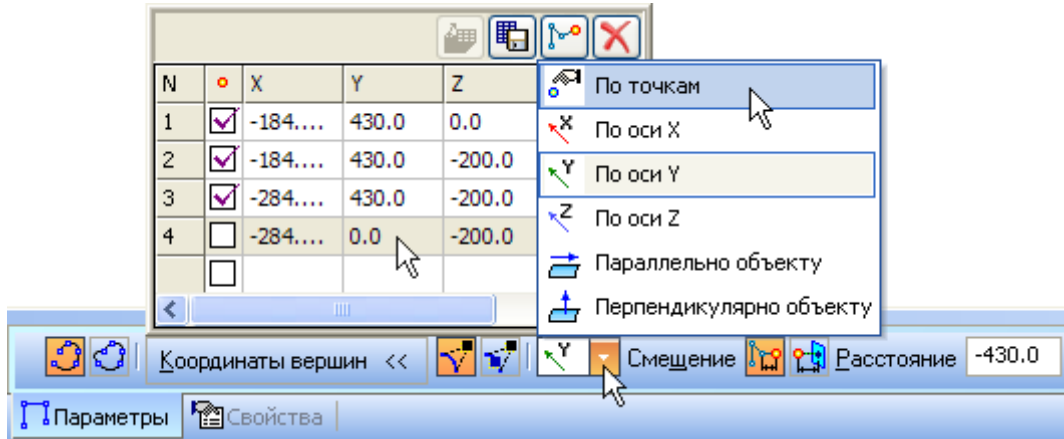

Рисунок 53.
- Откройте список Способ построения и укажите вариант По точкам — теперь вершины 3 и 4 независимы друг от друга (рис. 53).